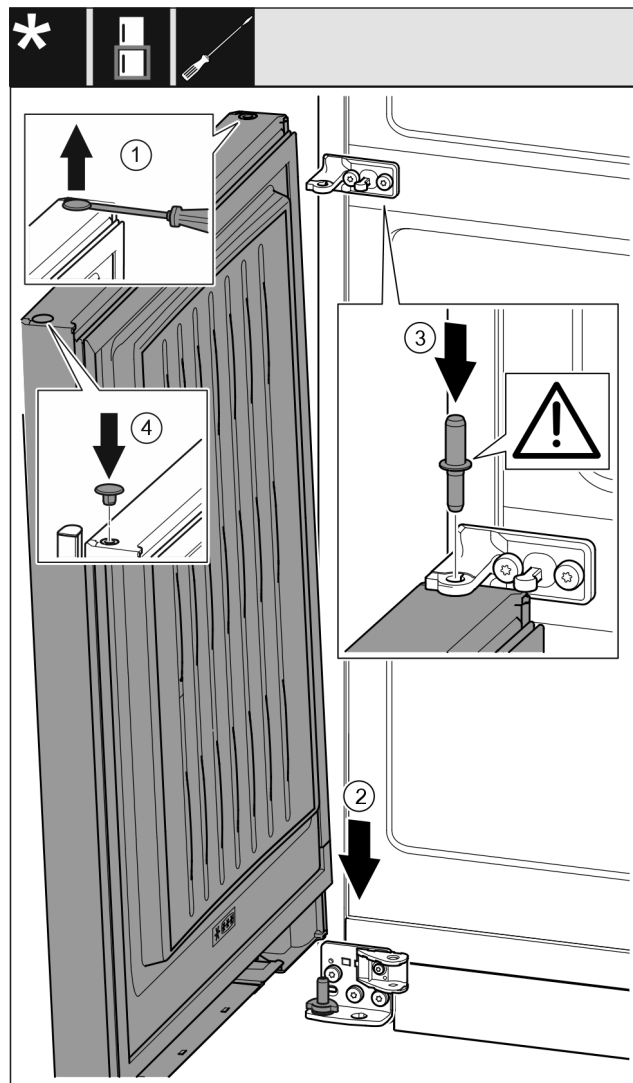

Fig. 52
- Previdno dvignite čep Fig. 52 (1) s ploščatim izvijačem in ga izvlecite.
- Vrata Fig. 52 (2) od zgoraj nasadite na spodnji ležajni sornik.
- Vstavite ležajni sornik na sredini Fig. 52 (3) skozi ležajni podstavek na sredini v spodnjih vratih. Pri tem pazite na to, da je zaskočni zapah obrnjen nazaj.
- Čep Fig. 52 (4) ponovno vstavite na drugi strani vrat.